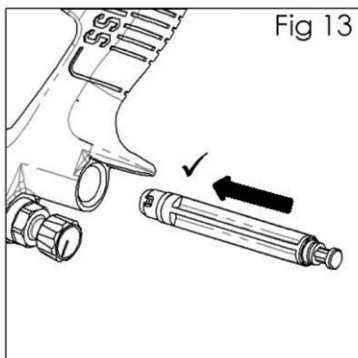

Fig 13
11. Acomode el nuevo sello delantero (18) en la herramienta de servicio (44). Acomódelo en el cuerpo de la pistola y oprima con firmeza para asegurar que esté enganchado. (Ver Fig. 13).